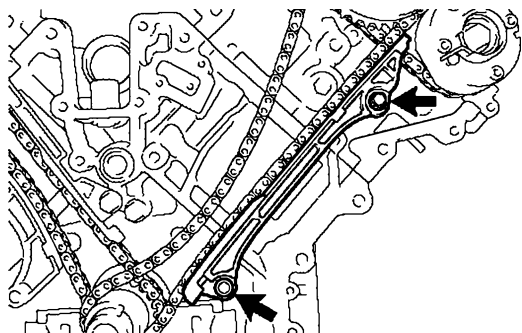
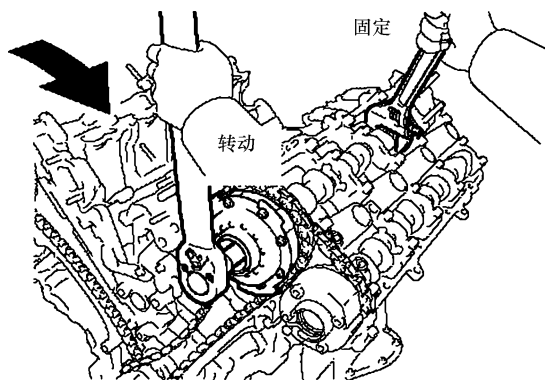
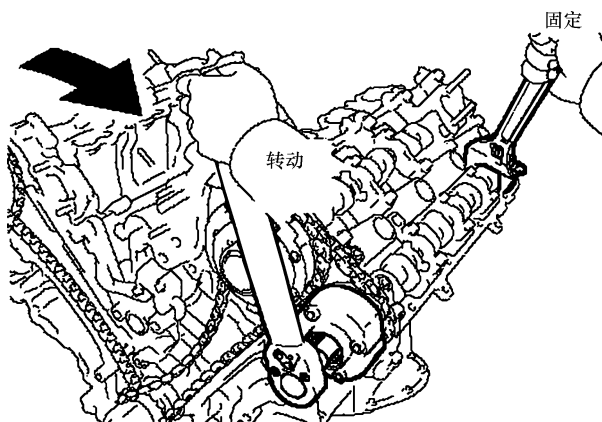

图 24-63 安装 1 号正时链条减振器
图 24-64 固定 3 号凸轮轴上紧凸轮轴正时齿轮
图 24-65 固定 4 号凸轮轴上紧排气凸轮轴正时齿轮
① 按照图 24-63，安装 1 号正时链条减振器并将 2 个螺栓紧固至 $21\text{N} \cdot \text{m}$ 。
② 拆下 1 号正时链条张紧器的六角扳手。
① 对于气缸列 1，按照图 24-64 所示，用扳手固定 3 号凸轮轴六角部位，然后用 12mm 的六角扳手和新螺栓把凸轮轴正时齿轮上紧，紧固力矩为 $79\text{N} \cdot \text{m}$ 。最后按照图 24-65 所示，用扳手固定 4 号凸轮轴六角部位，然后用 12mm 的六角扳手和螺栓把排气凸轮轴正时齿轮上紧，紧固力矩为 $100\text{N} \cdot \text{m}$ 。